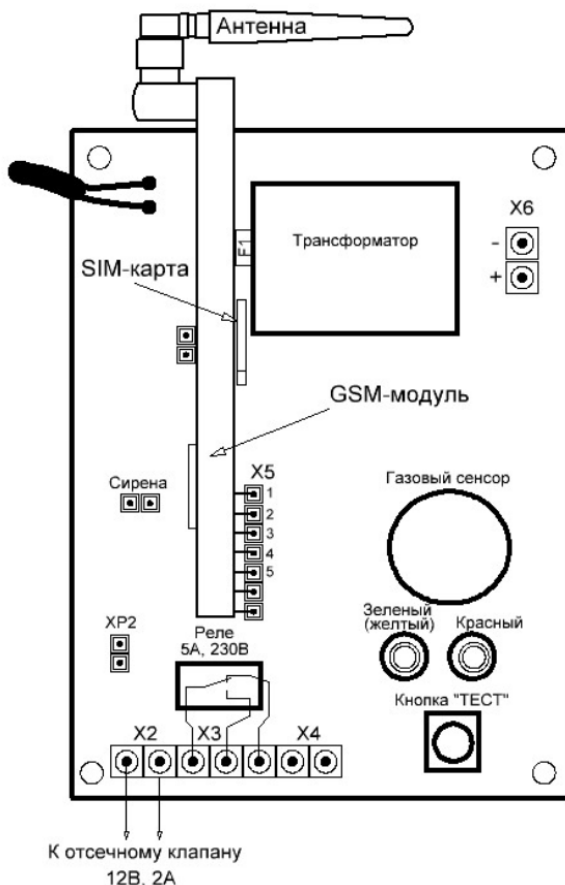

Рисунок 1 – Внешний вид сигнализатора без крышки
Внешний вид сигнализатора без крышки, представлен на рис. 1.
- нажать кнопку «ТЕСТ», для контроля срабатывания, (рисунок 1);
– нажать кнопку «ТЕСТ», для контроля срабатывания, (рис. 1),
MicroSIM-карта устанавливается в разъем GSM-модуля (рис. 1 и 3) контактной группой к печатной плате GSM-модуля.